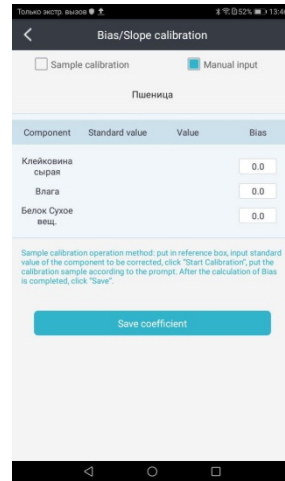

Рис. 9
1. Убедитесь, что для продукта настройки смещения “Bias” установлены на 0.0 для показателей, для которых вы хотите внести поправку, как на Рис. 9.